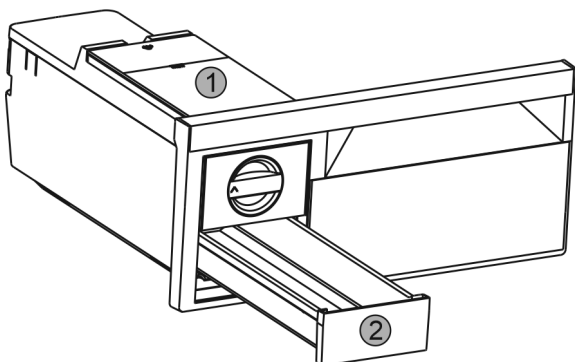

Fig. 53
- ▶ Odoberte nádržku na vodu Fig. 53 (1) a zásuvku na kocky ľadu Fig. 53 (2).